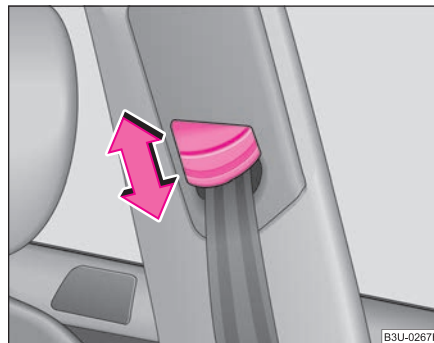

Fig. 143 Asiento delantero: ajuste de la altura del cinturón
- Desplace el herraje de inversión en el sentido deseado, hacia arriba o hacia abajo ⇒ fig. 143.